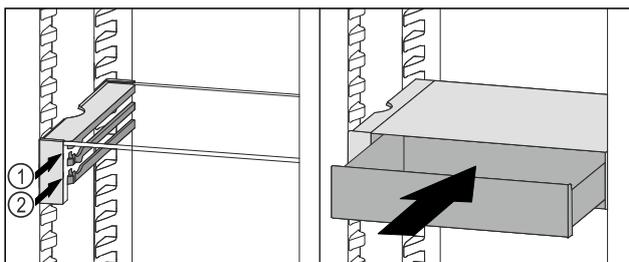

Fig. 111
- ▶ VarioSafe-Schubfach hinter den Stopperr auf gewünschter Rippe *Fig. 111 (1)* oder *Fig. 111 (2)* aufsetzen.